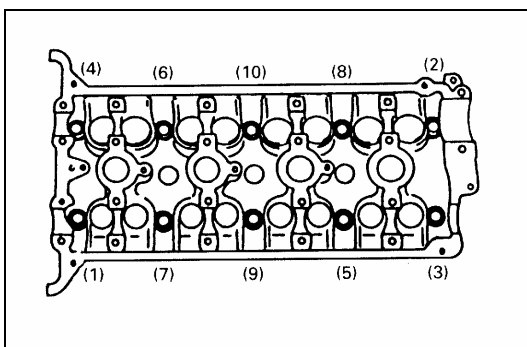

Рис. 4-54.
- 4). Снять болты головки блока цилиндров в последовательности, показанной на Рис. 4-54.
- (1). В последовательности, показанной на Рис. 4-54, закрутить все болты до момента затяжки 30 Н\*м (3,0 кг\*м).
- (2). Аналогичным образом (1) закрутить все болты до момента затяжки 48 Н\*м (4,8 кг\*м).
- (3). В последовательности, обратной показанной на Рис. 4-54, ослабить все болты до момента затяжки 0 Н\*м (0 кг\*м).
- (4). В последовательности (1) повторно закрутить все болты до момента затяжки 48 Н\*м (4,8 кг\*м).
- (5). В аналогичной последовательности (1) закрутить все болты до момента затяжки, указанного в спецификации.